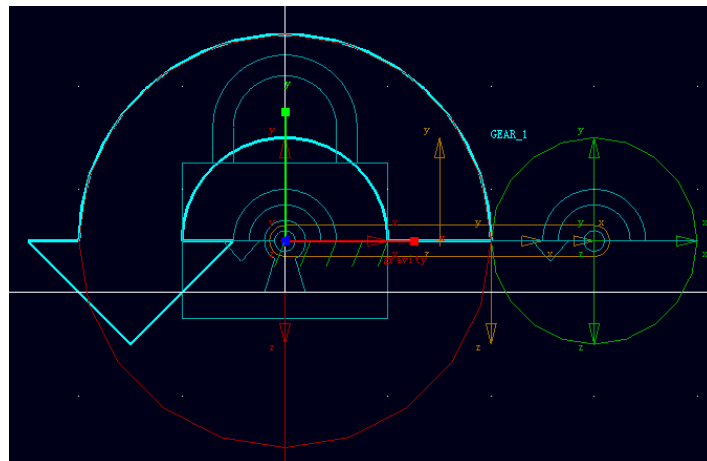

图 4-12 齿轮上的旋转驱动
4.8 在 ADAMS/View 驱动库中选择旋转驱动 (Rotational Joint Motion) 按钮，在 Speed 一栏中输入 360，360 表示旋转驱动每秒钟旋转 360 度。在 ADAMS/View 工作窗口中，两个齿轮中任选一个作为主动齿轮，本设计中选择左边的齿轮 (红色的)，用鼠标左键点击齿轮上的旋转副 (JOINT\_1) 或者旋转副 (JOINT\_2)，一个旋转驱动创建出来，如图 4-12 所示，图中显亮的部分为旋转驱动。